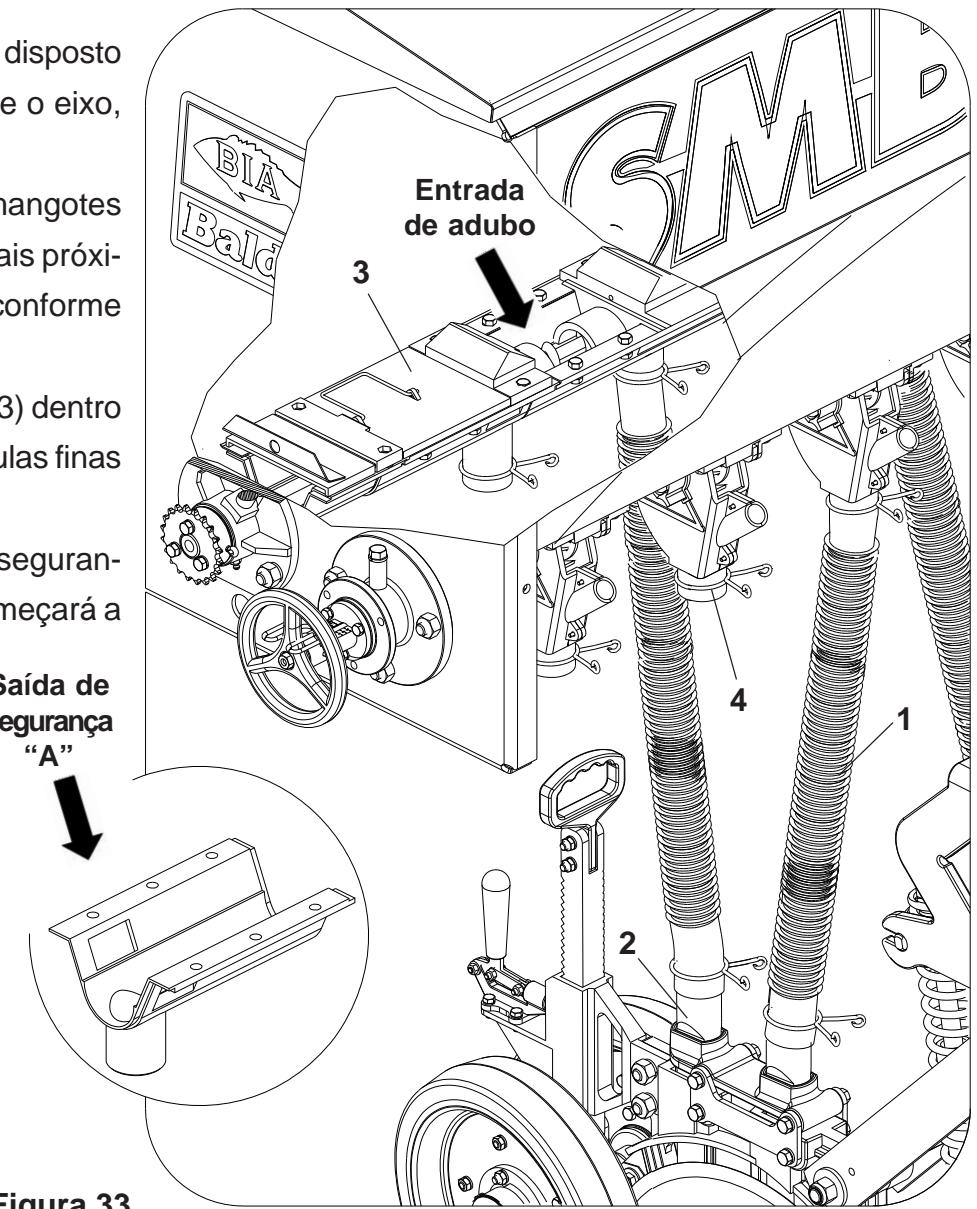

Figura 33
- 6 - O esticador (1) é dotado de mola de torção para maior flexibilidade do mesmo, se necessário maior pressão no esticador, gire a roseta (2) passando o engate da mola (3) para o outro dente da roseta. **Figura 33**.
- 2 - Ao determinar o número de linhas e o espaçamento desejado, acople os mangotes (1) na bica do adubo (2), fazendo a ligação dos mangotes que estiverem mais próximos às linhas, evitando que os mesmos fiquem cruzados ou dobrados, conforme **Figura 33**.
- 3 - As saídas que não serão utilizados, deverão ser fechadas com as tampas (3) dentro do depósito e com o tampão (4) nas saídas externas, isto evitará que partículas finas de adubo caiam sobre a semeadora.